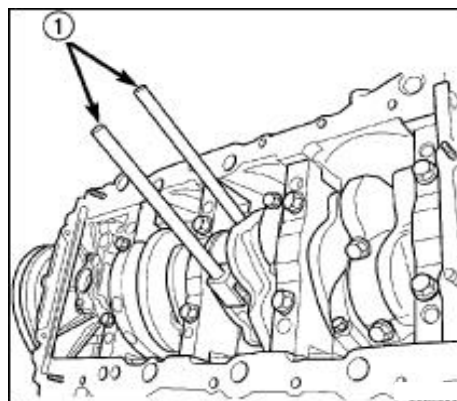
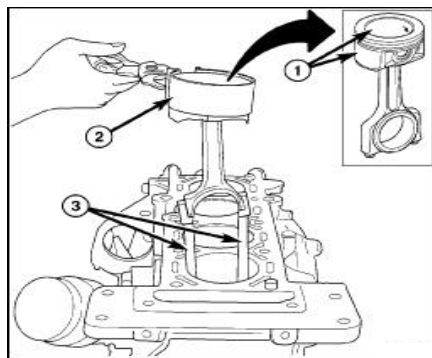

图. 84 连杆导管
图. 85 活塞/连杆安装
(1) 安装活塞环到活塞上(查阅 - 发动机/发动机体/活塞环-安装)。
(2) 旋转曲轴及连杆, 润滑连杆。
(3) 将连杆轴承盖安装到连杆上。
(4) 安装专用工具连杆导向器到缸体(图84)。
(5) 在安装活塞和连杆之后, 确保压缩间隙是正确。
(6) 将清洁的机油倒入活塞和环中。
(7) 使用专用工具压缩活塞环。
(8) 安装活塞到气缸上, 并对准标记(图85)。
(9) 将活塞装进气缸上, 并连同连杆一起装入。
(10) 拆卸连杆导管专用工具。
(11) 安装连杆下轴承盖, 紧固力矩为 $26 \text{ N} \cdot \text{m} + 1/4$ 圈。